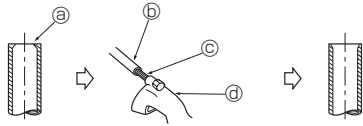

Fig. 5-4
5.2.2. Schnittgrate entfernen (Fig. 5-4)